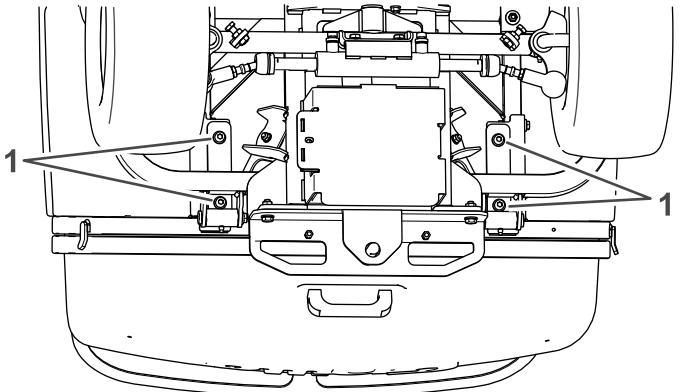

Figura 107
1. Afloje los 4 pernos que fijan los soportes de elevación de la tolva al bastidor bajo la tolva (Figura 107).
4. Apriete los 4 pernos (Figura 107).